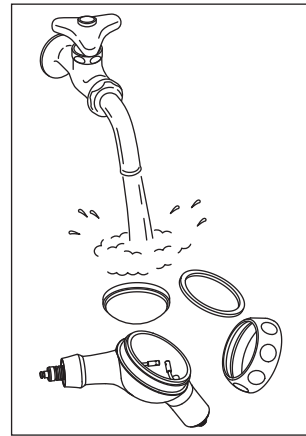

Fig.14
- 3) Toz haznesi/kapağını temiz su altında iyice yıkayarak iç kısımlarına yapışmış tozu temizleyin. (Fig. 14)